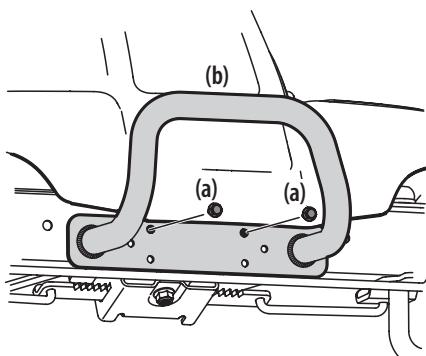

Figura 15
- Extraiga los dos tornillos (a) como se indica en la Figura 15.
- Ubique el paragolpes (b) sobre los orificios de montaje y sujetelo con los tornillos (a) que extrajo en el Paso 1. Consulte la Figura 15.